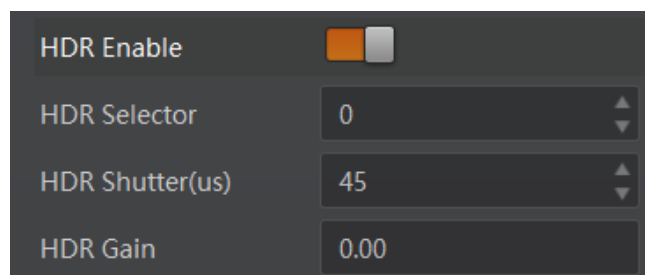

图7-22 HDR 设置
2. 选择 *HDR Selector*, 调整 *HDR Shutter* 参数和 *HDR Gain* 参数的数值, 分别对每一组参数进行设置, 如图 7-22 所示。